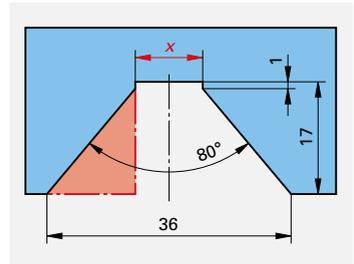

Bild 2: Prismenführung
3. **Prismenführung (Bild 2):** Für die Prismenführung ist das Maß *x* zu berechnen.